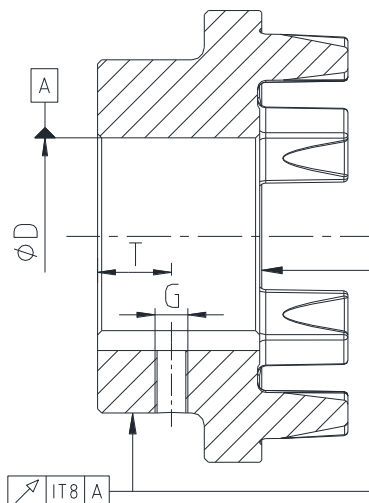

Figura 5: precisão da concentricidade e do movimento axial
- Quando o furo do cubo for executado pelo cliente, este deverá respeitar a precisão da concentricidade e do movimento axial (ver figura 5).